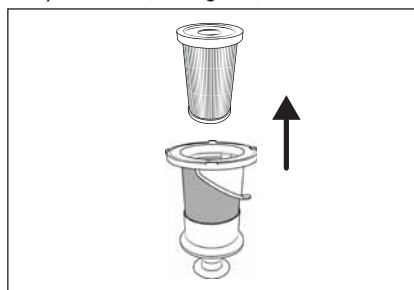

Fig. 21
- 4) Retirez le filtre EPA ⑤ du filtre en acier inoxydable ⑥, en saisissant l'ouverture du filtre EPA ⑤ et en le sortant du filtre en acier inoxydable ⑥ (voir fig. 21).